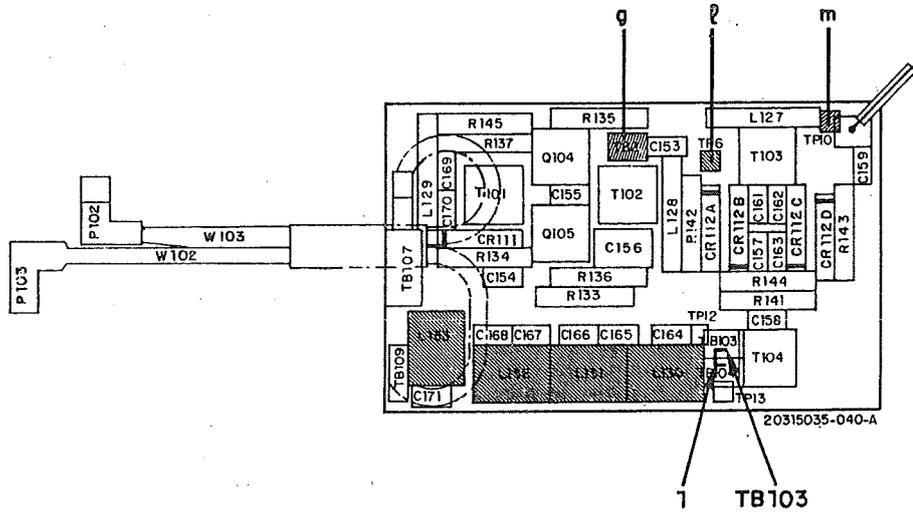

Figure 2 – Boîtier mélangeur
- plan d'implantation du CI « Mélangeur » (fig. 2).
- Sur le plan d'ensemble de la figure 2, repérer le filtre composé des selfs ajustables L130 - L131 - L132 - L133 ainsi que la connexion 1. Dessouder cette connexion.
- Rétablir la connexion 1 (figure 2).
- point de mesure : TP 106 (point L sur la figure 2)
- point de mesure : TP110 (point m sur la figure 2)